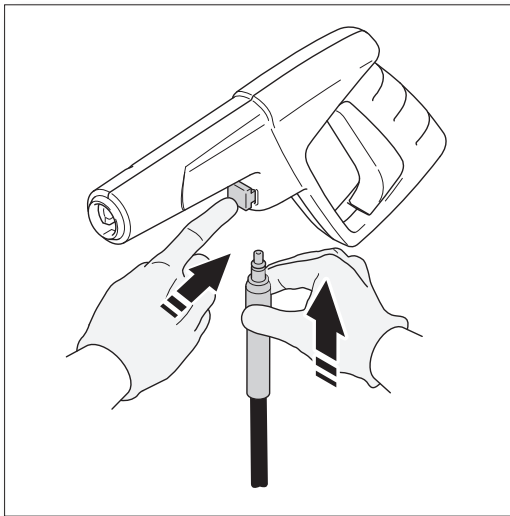

Fig. 5
- Conecte el otro extremo de la manguera de alta presión a la pistola mediante la inserción de la punta de metal plateado de la manguera de alta presión en el racor justo delante de la guardia. Que se bloquee en la pistola con un “clic” (**Fig. 5**). Confirmar la manguera está bloqueado en la pistola, tirando ligeramente en el tubo. La manguera se encuentra ahora bien conectados a la pistola.